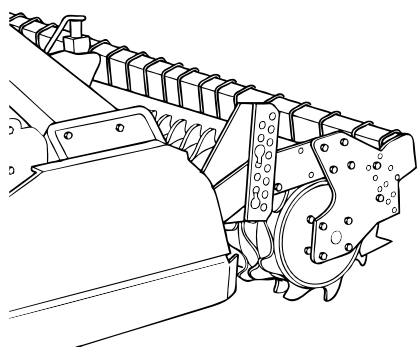

Fig. 12
1. Mediante tomas laterales (estándar - Fig. 12). Esta solución permite además de la regulación de la profundidad, tener el rodillo posterior oscilante (ideal en presencia de piedras).